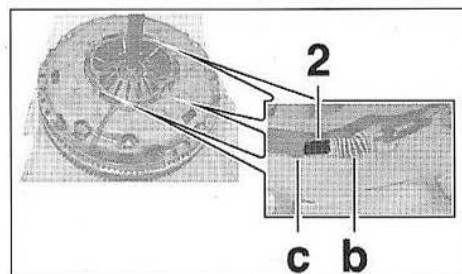

FIG.3
- Vérifier que les index (2) se trouvent entre les encoches (b) et (c), sinon remplacer le mécanisme et le disque d'embrayage (Fig.3).